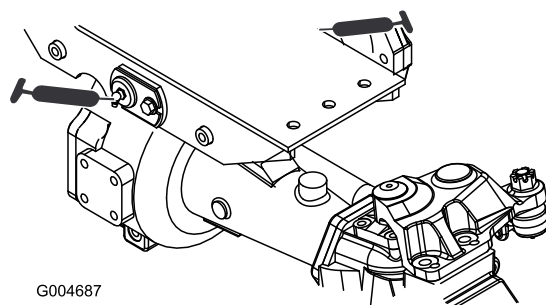

Figure 36
- 2 bagues de pivot d'essieux avant et arrière (Figure 36)